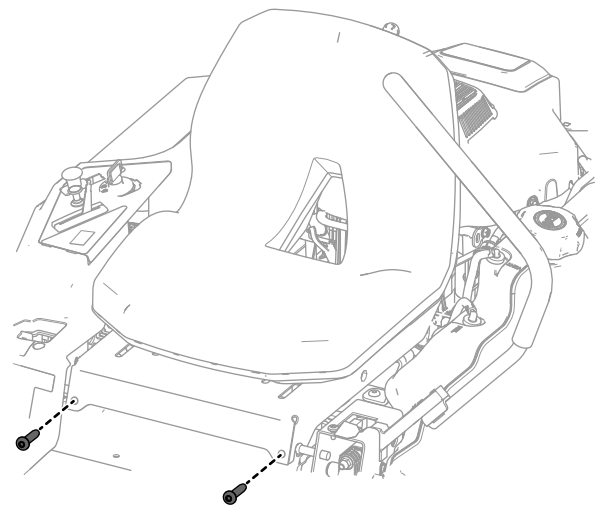

Bild 3
5. Entfernen Sie die beiden Schrauben, mit denen die vorhandene Sitzbaugruppe an der Gelenkstange befestigt ist (Bild 3).